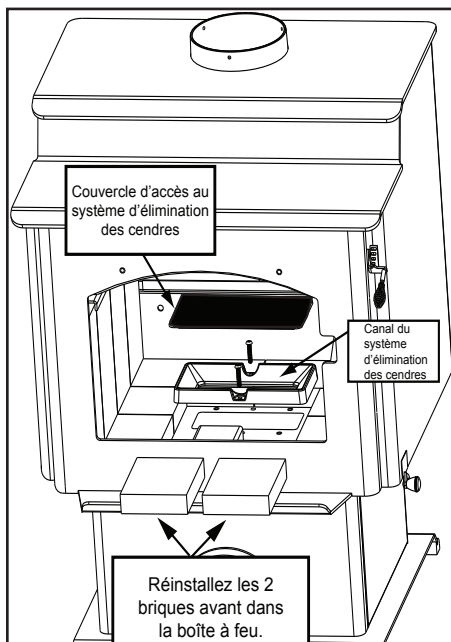

Figure 20.2
1. Remettez en place les briques retirées de l'avant à l'étape 1 de Commencez l'installation du système ARS de la page 17 (**Figure 20.2 à la page 20**).
3. Installez le couvercle d'accès à l'ARS à l'intérieur de la rainure située à l'intérieur de la boîte à feu (**Figure 20.2 à la page 20**).